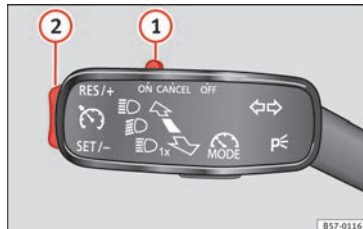

Fig. 47 A la izquierda de la columna de la dirección: conmutador y mandos de manejo del GRA.
- Conectar el GRA: desplace el conmutador » **fig. 47** (1) hasta **ON**. El sistema está encendido. El sistema no regula al no haber programado ninguna velocidad.
- Activar el GRA: pulse el botón » **fig. 47** (2) en la zona **SET/-**. La velocidad actual se memoriza y regula.
- Desconectar el GRA temporalmente: desplace el conmutador » **fig. 47** (1) hasta **CANCEL** o pise el freno. La regulación se desconecta temporalmente.
- Conectar el GRA de nuevo: pulse el botón » **fig. 47** (2) en **RES/+**. La velocidad memorizada se guarda y regula otra vez.
- Aumentar velocidad programada durante regulación de GRA: pulse botón (2) en **RES/+**. El vehículo acelera hasta la nueva velocidad guardada.
- Reducir velocidad programada durante regulación de GRA: pulse botón (2) en **SET/-** para reducir 1 km/h (1 mph). La velocidad se reduce hasta alcanzar la nueva velocidad memorizada.
- Desconectar el GRA: desplace el conmutador » **fig. 47** (1) a **OFF**. Se desconecta el sistema y la velocidad memorizada se borra.